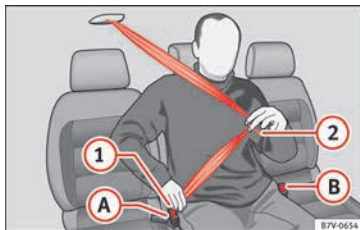

Abb. 90 Sicherheitsgurt am mittleren Sitz in der zweiten Sitzreihe anlegen.
- Gurtband an der Schlosszunge »» **Abb. 90**  nach unten ziehen. **Den** Gurt nicht verdrehen »» .
- Gurtband an der Schlosszunge »» **Abb. 90**  über den Beckenbereich des Insassen ziehen.
- Rote Taste im Gurtschloss » Abb. 90 A drücken. Die Schlosszunge springt heraus.
- Rote Taste im Gurtschloss » Abb. 90 B drücken. Die Schlosszunge springt heraus.